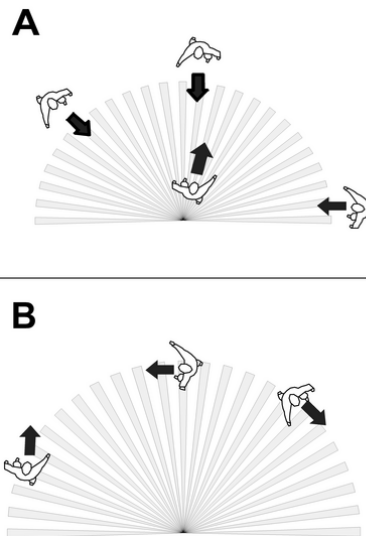

Figure 7: Zone de détection en fonction du sens de la marche
- i** Respecter le sens de la marche : il existe une différence entre l'accès de face A et l'accès en diagonale B (figure 7). Les mouvements transversaux par rapport au détecteur de mouvement sont plus facilement détectés que les mouvements en direction du détecteur de mouvement.